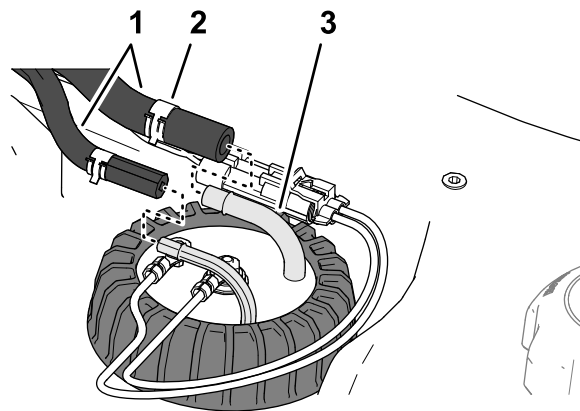

Figura 84
4. Mova as braçadeiras que prendem as mangueiras às conexões do sensor de combustível para dentro e remova as mangueiras das conexões (Figura 84).